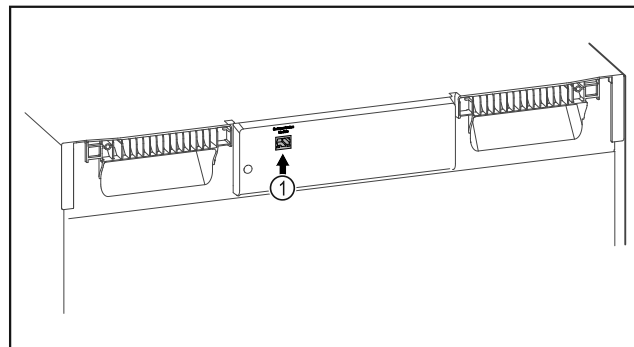

Fig. 101
- SmartModule Fig. 101 (1) on sisse pandud.